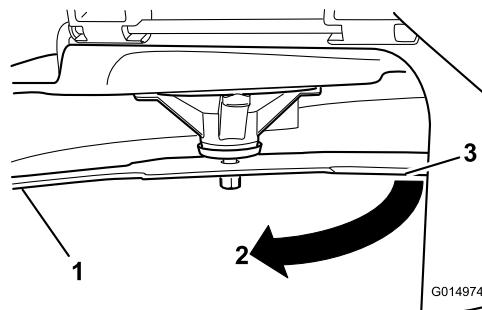

Figure 43
3. Mesurez la distance entre la lame et la surface (A)
4. Tournez la même lame de 180 degrés pour amener l'autre tranchant à la même position (Figure 43).